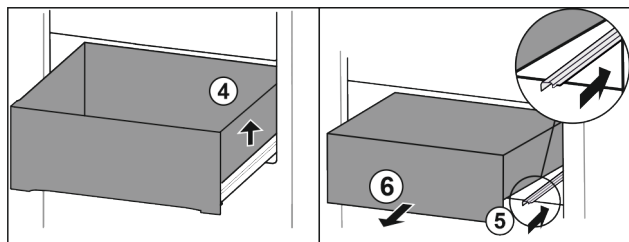

Fig. 90
- ▶ Lade rechts optillen. Fig. 90 (4)
- ▶ Rechter rail erin schuiven. Fig. 90 (5)
- ▶ Lade naar voren toe verwijderen. Fig. 90 (6)